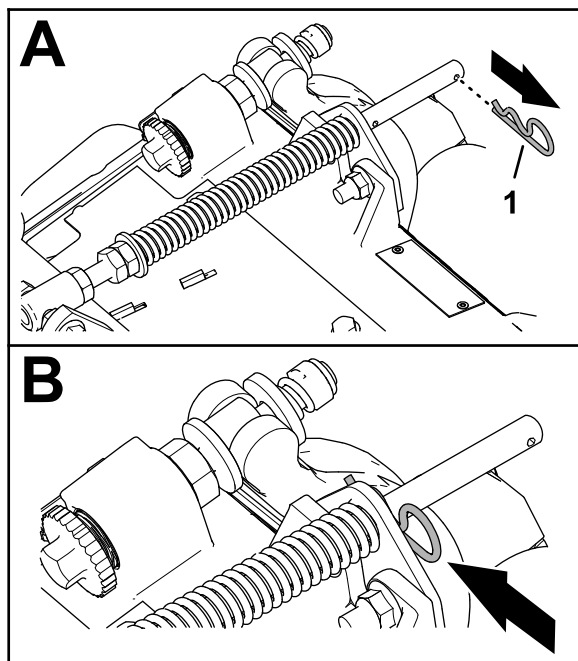

Figura 6
1. Dacă tiftul în formă de agrafă este montat în orificiul din spatele tijei arcului de compensare, îndepărtați tiftul i introduceți-l în orificiul din apropierea suportului (Figura 6).